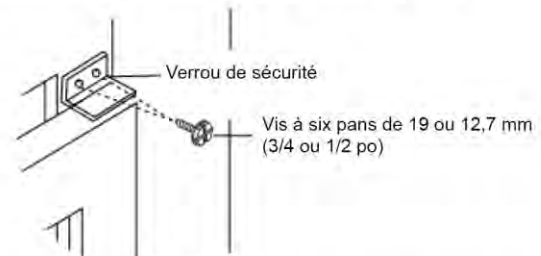

Fig. 19
2. Fixez le verrou de sécurité à angle droit (Fig. 19)